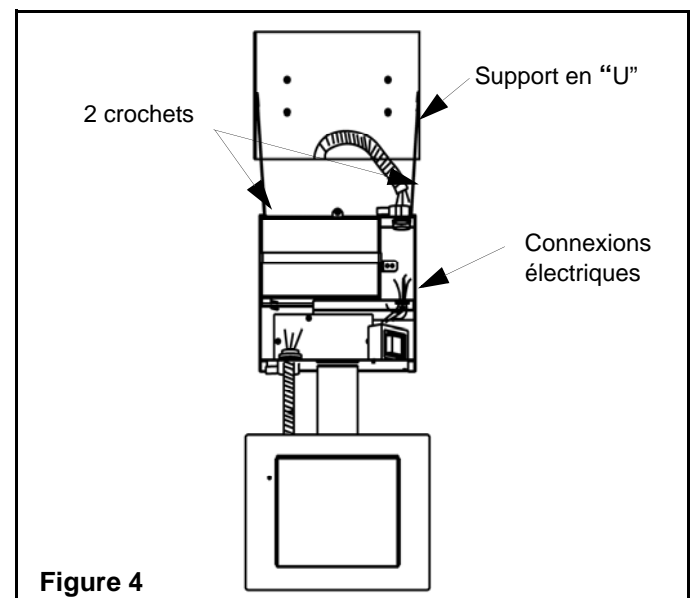

Figure 4
### Installation de l'appareil dans le mur (Figures 4 et 5)
1. suspendre l'unité à l'envers du support en " U " à l'aide des crochets de métal (voir la Figure 4). Ne pas suspendre l'unité directement aux extrémités de la cloison sèche, car cela pourra endommager la cloison sèche.